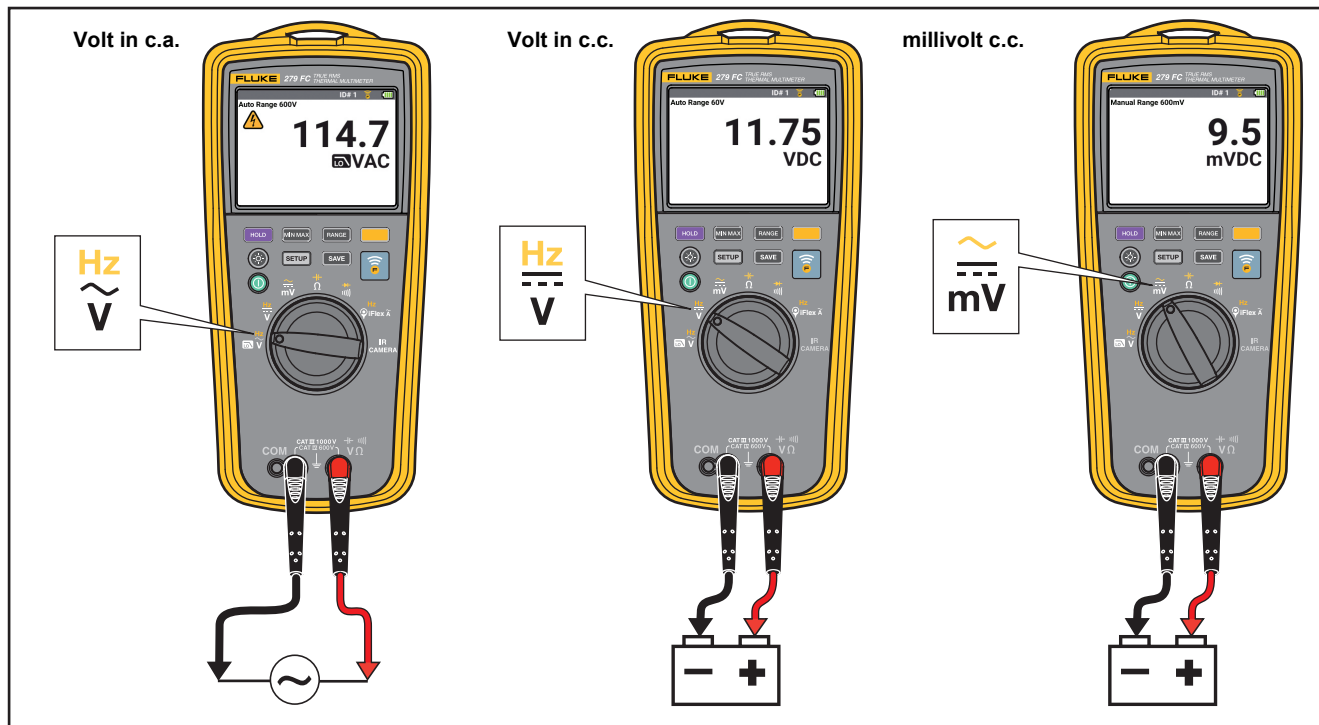

Figura 4. Misurazioni di tensione in c.a. e in c.c.
- Misure di tensione in corrente continua e alternata. Vedere la Figura 4.
1. Ruotare il selettore su $\tilde{\text{mV}}$. Vedere la Figura 4.